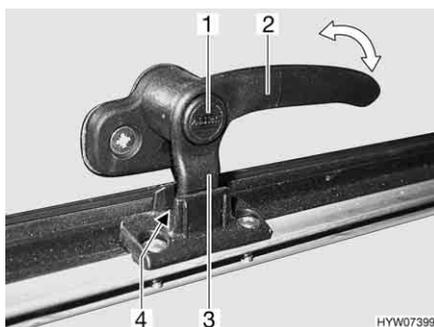
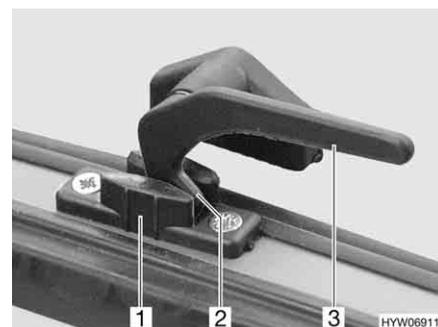

Bild 70 Verriegelungshebel mit Sicherungsknopf in Stellung "Dauerbelüftung"
Bild 71 Verriegelungshebel in Stellung "Dauerbelüftung"
- in Stellung "Dauerbelüftung" (Bild 70 und Bild 71)
- Wenn vorhanden, Sicherungsknopf (Bild 70,1) drücken und gedrückt halten.
- Den Verriegelungshebel (Bild 70,2 oder Bild 71,3) eine viertel Umdrehung zur Fenstermitte hin drehen.
- Den Verriegelungshebel wieder zurückdrehen. Die Verriegelungsnase (Bild 70,3 oder Bild 71,2) am Verriegelungshebel dabei in die Aussparung der Fensterverriegelung (Bild 70,4 oder Bild 71,1) einfahren.
- Wenn vorhanden, Sicherungsknopf (Bild 70,1) loslassen.